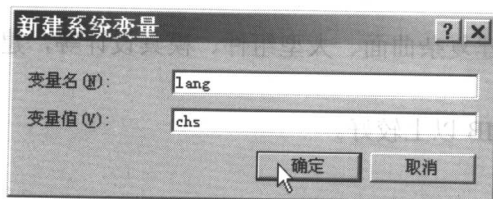

图 1-3 【新建系统变量】对话框
3. 单击【系统变量】栏中的 **新建(N)...** 按钮, 显示【新建系统变量】对话框, 新建一个【变量名】为“lang”, 【变量值】为“chs”的系统变量, 如图 1-3 所示。